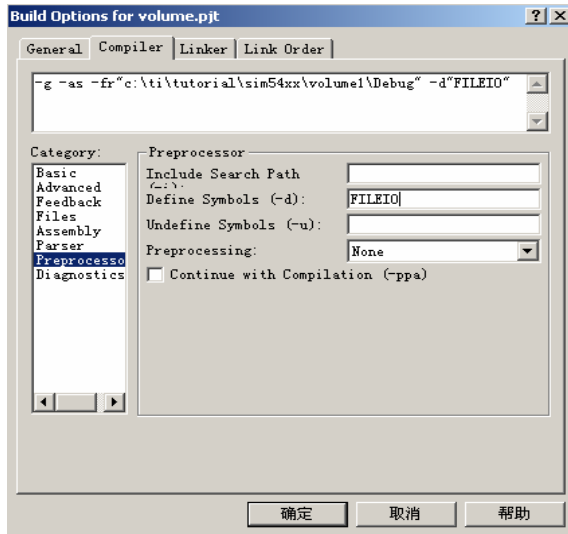
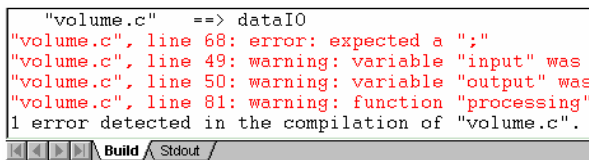

图 5.20 在 Build Options 下定义 FILEIO
图 5.21 编译错误提示
(1) 选择“Project→Build Options(工程→编译选项)”。
(2) 在 Compiler 栏的 Category 域, 单击 Preprocessor。在右侧的 Define Symbols 中键入 `FILEIO`。这时将在编译参数栏中看到“-dFILEIO”, 如图 5.20 所示。在定义 `FILEIO` 后, C 编译器将对所有的源代码进行编译。
(3) 单击“确定”按钮, 保存选项设置结果。
(4) 选择“Project→Rebuild All(工程→重新编译)”。在工程选项更改后, 重新编译程序是必须的。
(5) 此时 output 窗口提示源代码中存在语法错误, 错误出现在第 68 行, 如图 5.21 所示。在该行后加分号再存盘, 重新编译程序并生成新的 `volume.out` 文件。